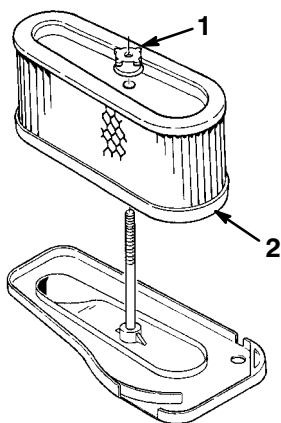

Figure 24
5. Dévissez l'écrou en caoutchouc et retirez l'élément en papier (Fig. 24).
2. Enfilez le filtre complet sur la longue tige. Vissez ensuite l'écrou en caoutchouc à la main, en appui contre le filtre à air (Fig. 24).